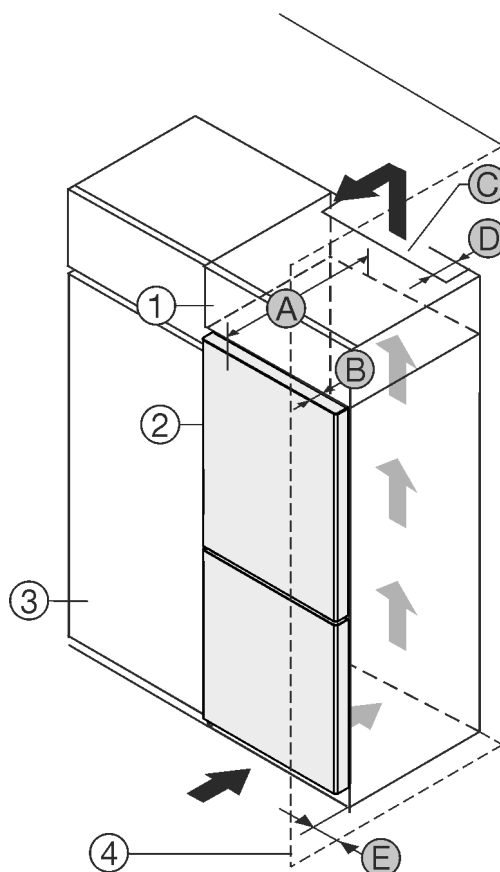

Fig. 1
- (1) Opbouwkast*
- (2) Apparaat*
- (3) Keukenkast*
- (4) Wand*
- (A) Diepte apparaat*
- (B) Diepte deur*
- (C) Ventilatie doorsnede*
- (D) Afstand achterzijde apparaat*
- (E) Afstand tot apparaatzijde*
U kunt het apparaat direct naast de keukenkast Fig. 1 (3) opstellen.*
Aan de achterzijde van de opzetkast moet een luchtafvoerkanaal met de diepte Fig. 1 (D) over de volledige breedte van de opzetkast aanwezig zijn.*
Onder het plafond moet de ventilatiedoorsnede Fig. 1 (C) worden aangehouden.*
Als u het apparaat met de scharnieren naast een wand Fig. 1 (4) plaatst, moet de afstand tussen het apparaat en de wand minimaal 13 mm bedragen.*
Als u het apparaat met de scharnieren naast een wand Fig. 1 (4) plaatst, moet de afstand tussen het apparaat en de wand minimaal 20 mm bedragen.*
Om de deuren volledig te kunnen openen, moet het apparaat overeenkomstig de deurdiepte Fig. 1 (B) ten opzichte van het keukenkastfront uitsteken. Afhankelijk van de diepte van de keukenkasten Fig. 1 (3) en het gebruik van de wandafstandshouders kan het apparaat verder uitsteken.*